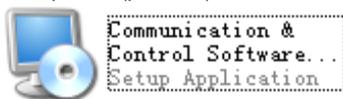
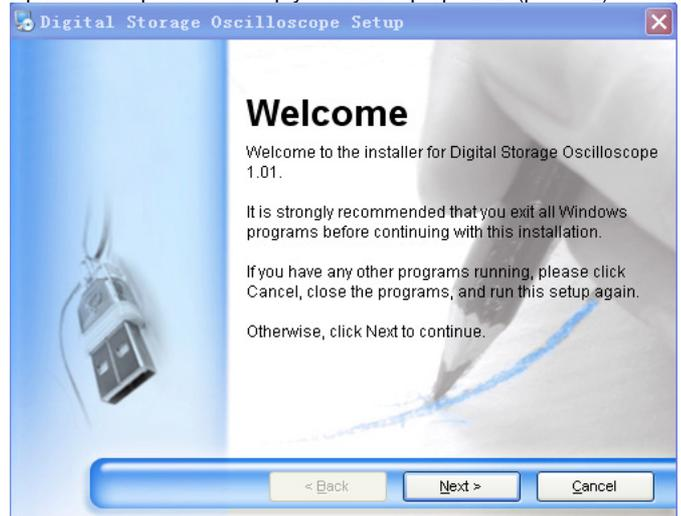
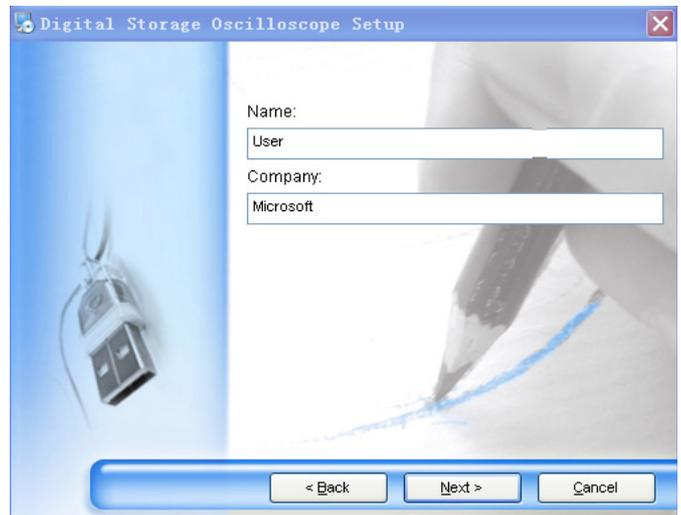
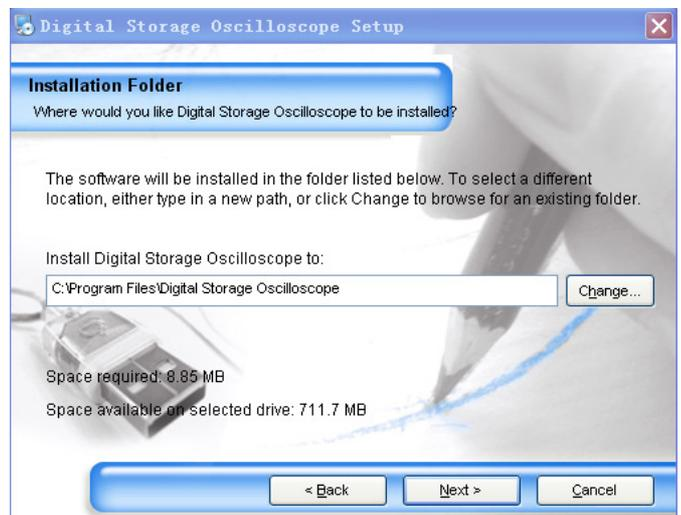

Рисунок 1-1
Рисунок 1-2
Рисунок 1-3
Рисунок 1-4
**Шаг 1:** Вставьте компакт-диск, входящий в комплект поставки осциллографа, в привод компакт-дисков вашего компьютера. Дождитесь, пока система считывает данные с диска и найдет содержащиеся на нем файлы (рис. 1-1).
**Шаг 2:** Двойным щелчком мыши по иконке, показанной на рис. 1-1, запустите установку программы. При этом откроется мастер установки программы (рис. 1-2).
**Шаг 3:** Прочтите текст в появившемся окне (рис. 1-2) и затем щелкните мышью по кнопке [Next (N)] для перехода к следующему экрану, показанному на рис. 1-3.
**Шаг 4:** В открывшемся окне (рис. 1-3) введите ваше имя и название компании, затем щелкните мышью по кнопке [Next (N)] для перехода к следующему экрану, показанному на рис. 1-4.
**Шаг 5:** В новом окне (рис. 1-4) щелкните мышью по кнопке [Change (H)] чтобы указать путь к месту установки программы, затем щелкните мышью по кнопке [Next (N)]. Вы также можете сразу, чтобы щелкнуть мышью по кнопке [Next (N)], чтобы использовать путь, указанный по умолчанию. После этого откроется экран, показанный на рис. 1-5.
**Шаг 6:** В окне, показанном на рис. 1-4, удостоверившись, что приведенная информация правильна, щелкните мышью по кнопке [Next (N)] чтобы запустить автоматическую установку программы (рис. 1-6).